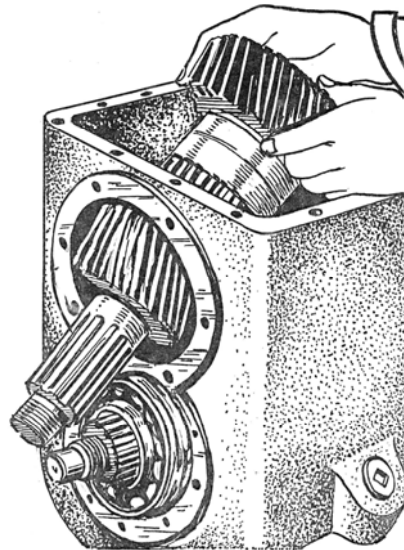

Рис.27. Извлечение первичного вала из переднего картера
9. Подать вперед первичный вал 25 в сборе с шестернями, наклонить его и вынуть из переднего картера 53 (рис.27).